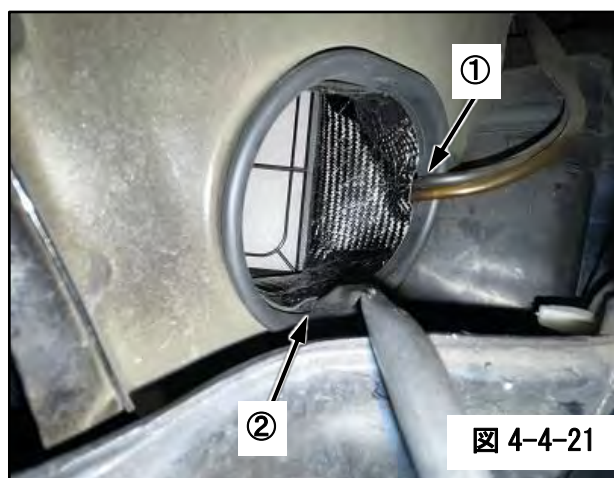

図 4-4-21
(21) ①ウォッシュ液チューブと②ウインカハーネスの挟み込みに注意してください。(図 4-4-21)